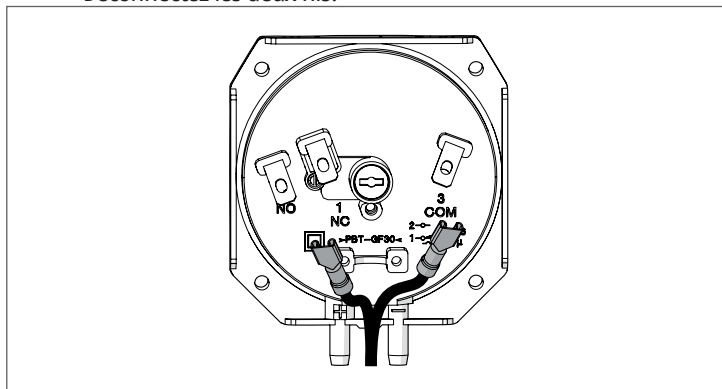
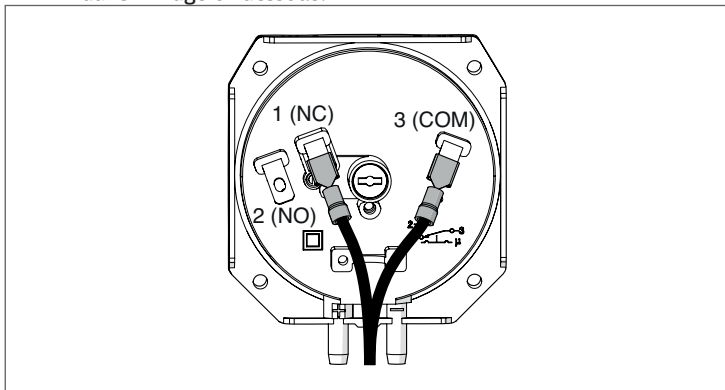

Fig. 66 Déconnecter les fils
Fig. 69 Pressostat de gaz câblé
- Effectuez l'essai du pressostat de l'autre côté de la chaudière (module 4 ou 8); répétez le processus de la Fig. 66 à la Fig. 69.